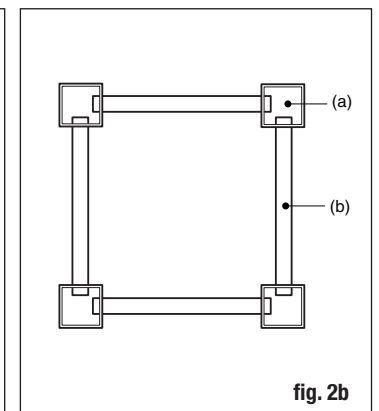

fig. 2b
- Repeat the process on three other sides, completing the square bed (fig. 2b).
- Repite este procedimiento para los tres lados restantes y completa el cantero cuadrado (fig. 2b).